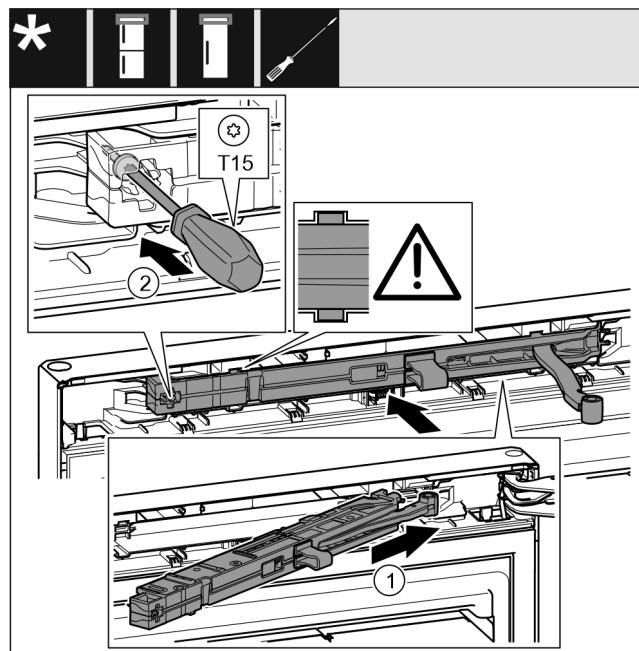

Fig. 29
- ▶ Jednotku tlumiče zavírání Fig. 29 (1) na straně stojanu ložiska zasuňte až na doraz šikmo do vybraní.
- ▶ Šroubovákem šroub Fig. 29 (2) pevně utáhněte.